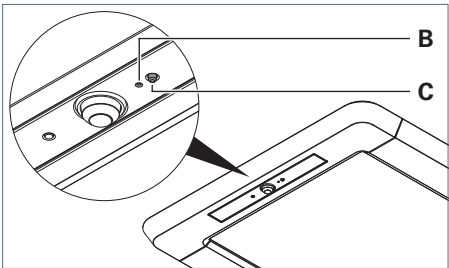
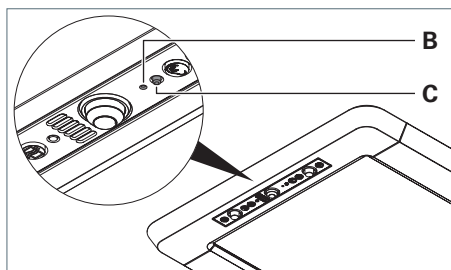

Fig. 19: Configurare l'elemento di comando, versione R.
Fig. 20: Configurare l'elemento di comando, versione RX.
- Premere il tasto nell'apertura **B** con la punta di una graffetta aperta, vedere Fig. 19 e vedere Fig. 20.
- Premere il tasto **C**, vedere Fig. 19 e vedere Fig. 20.
- Premere il tasto **C** e mantenerlo premuto, vedere Fig. 19 e vedere Fig. 20.